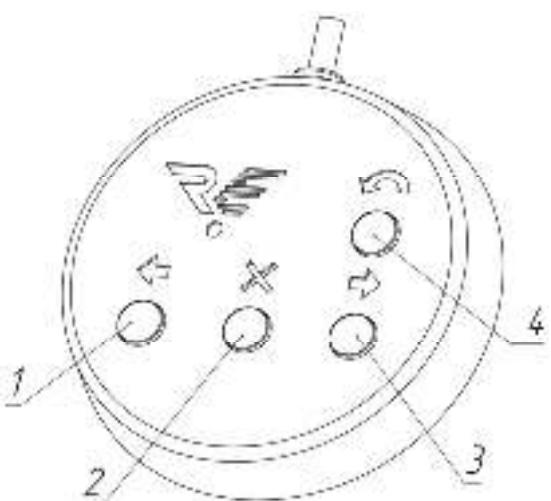
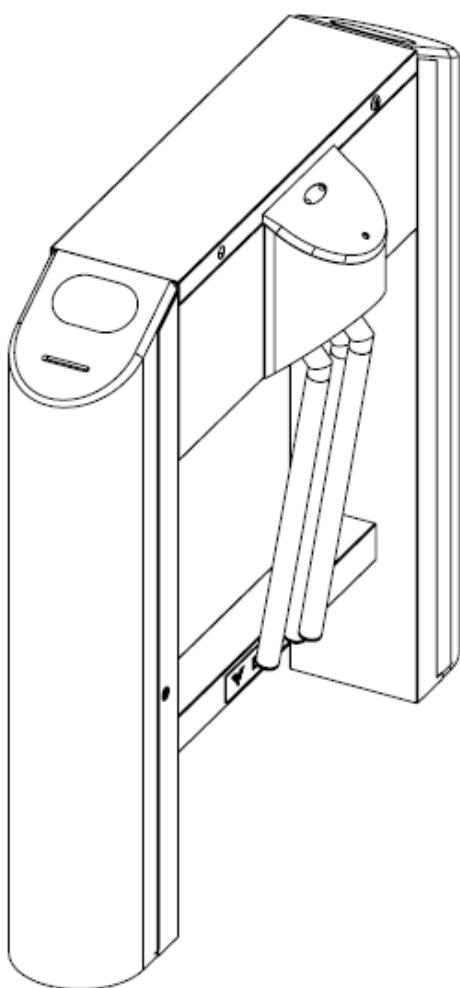

Рис. 2
Рис. 3
- 3.1. Нажмите на пульте управления кнопку 4 (рис. 2) и сложите преграждающие планки. Результат изображен на (рис. 3).